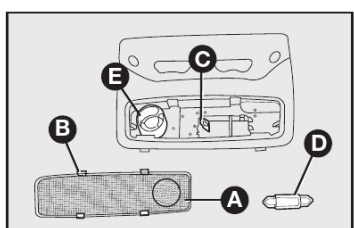

fig. 53
- Para trocar a lâmpada de leitura **E-fig. 53**, girar o conector no sentido anti-horário e puxar a lâmpada fixada a pressão;